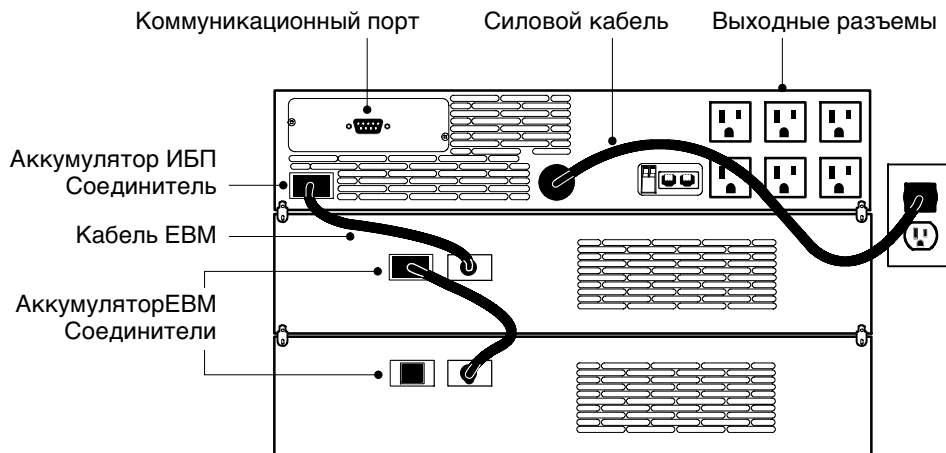

Рисунок 8. Типичная установка ИБП (для модели 120V)
В следующих шагах описывается установка ИБП. Рисунок 8 показывает типичную установку. О задней панели каждой модели см. раздел “Задние панели ИБП” на стр. 14.
5. Подсоедините кабель ЕВМ к соединителю аккумулятора на задней панели ИБП (см. Рисунок 8).